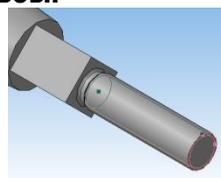

Рис. 27
12.2 Выбрать цилиндр, на котором должна располагаться резьба и нажать кнопку **Создать объект** (см. рис. 27).